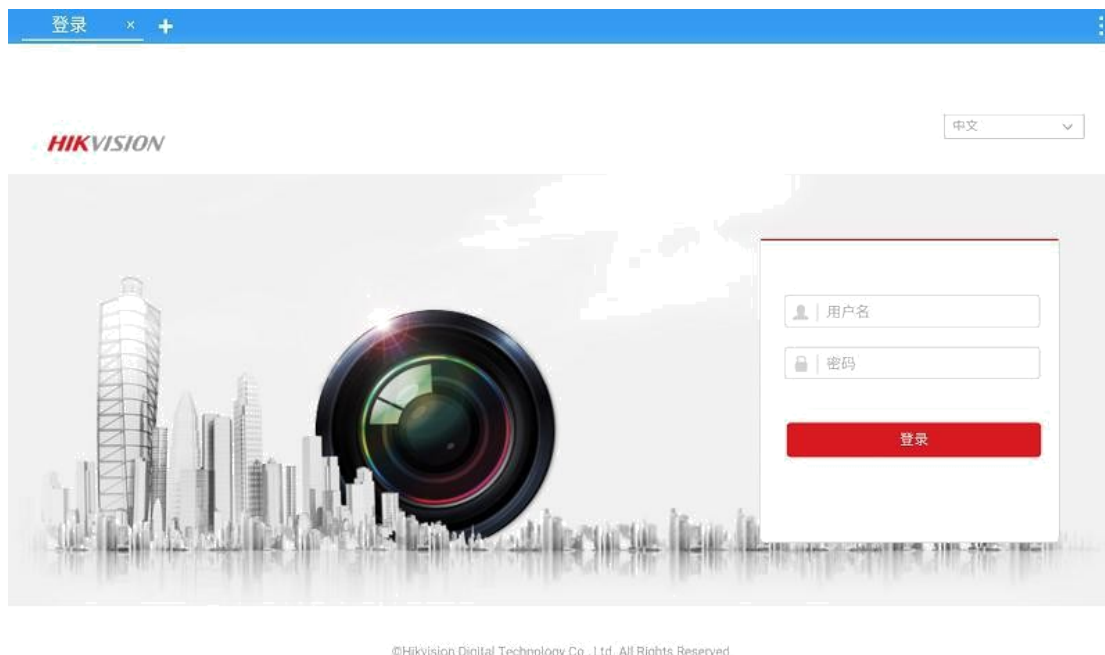

Рисунок 39
1) Функция браузера позволяет пользователю получить доступ к IP-камере напрямую через веб-страницу. Коснитесь значка «Браузер», чтобы войти в функцию браузера, введите IP-адрес камеры прямо в адресную строку, чтобы открыть веб-страницу камеры, как показано на рис. 39 (примечание: все тестеры IP-камер не поддерживают установку плагинов для браузера).